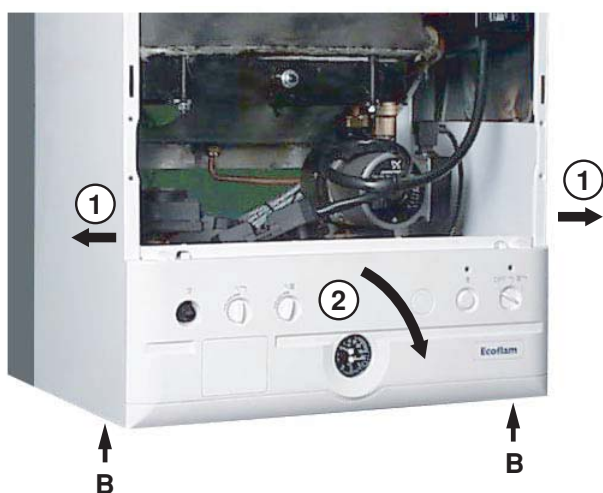

fig. 5-2
- sul lato inferiore della caldaia, togliere le viti **B** di fissaggio dei fianchi della stessa (fig. 5-2)
- allargare leggermente i fianchi della caldaia (①) e ruotare in avanti il pannello di comando (②).